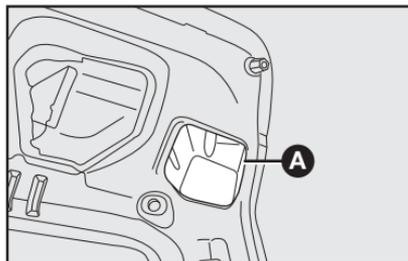

fig. 48
1) Utilizando uma chave philips, retirar a tampa **A-fig. 48** na parte interna da tampa do porta-malas.